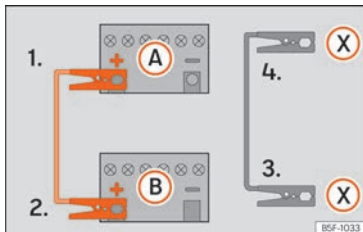

Abb. 44 Anschlusschema für Fahrzeuge mit Start-Stopp-System.
- 4b. Bei Fahrzeugen mit Start-Stopp-System: ein Ende des schwarzen Starthilfekabels (X) an einen geeigneten Masseanschluss, ein massives, fest mit dem Motorblock verschraubtes Metallteil oder an den Motorblock selbst anklammern »» » Abb. 44.
5. Klemmen Sie das andere Ende des schwarzen Starthilfekabels (X) im Fahrzeug mit der entladenen Batterie an ein mit dem Motorblock verschraubtes, massives Metallteil oder an den Motorblock selbst, aber so weit wie möglich von der Batterie (A) entfernt an.